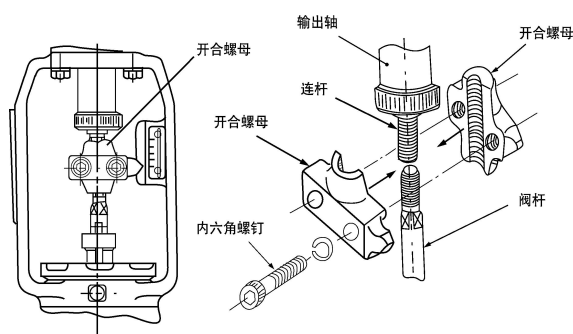

图5 执行器输出轴和阀杆连接
4.4 联结机构：通过支架将执行器和被控阀门联结，并由开合螺母将执行器输出轴和阀杆连接，开合螺母上带有指针，支架上有标尺，可指示输出轴(或阀杆)的位移(见图5)。
见图7和图5,调整时应先进行零位调整,即输出轴位于下端(阀芯关闭)时的位置调整,然后进行行程调整,即输出轴位于上端(阀芯开启)时的位置调整,因为零位调整时将会同时改变输出轴的上端位置,而行程调整时,不会改变已调整好的“零位”,所以;应先进行零位调整然后进行行程调整。顺时针旋转“零位”调整电位器,输出轴上升;逆时针旋转,则输出轴下降。顺时针旋转“行程”调整电位器,行程扩大;逆时针旋转,则行程缩小。